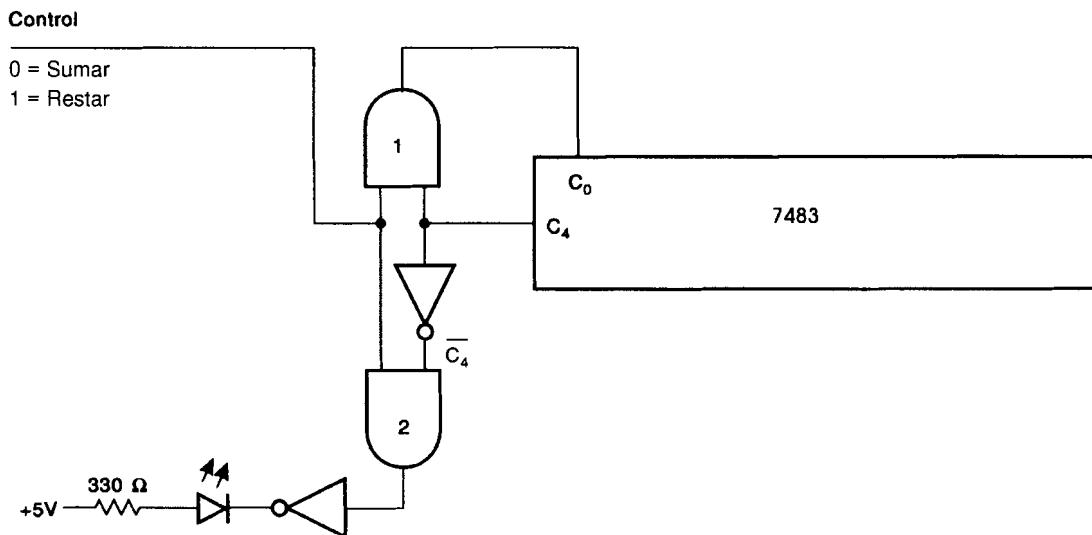

FIGURA 5-21
3. Véase la figura 5-21. Si el problema es de resta y no hay rebasamiento ($C_4 = 0$), entonces esto indica que la respuesta es negativa y que debe calcularse el complemento a uno del resultado para obtener la magnitud.